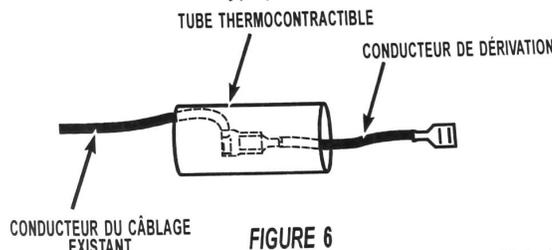

FIGURE 6
**NOTE :** Si le conducteur à brancher sur la broche (P)5 comporte une cosse trop petite, utiliser le conducteur de dérivation fourni pour l'adaptation à la broche de taille supérieure. Utiliser le tube thermocontractible pour isoler les pièces de contact au point de connexion du conducteur de dérivation avec le câblage de la cuisinière. Placer le tube thermocontractible de telle manière qu'il recouvre complètement les pièces de contact, et effectuer la contraction sur place avec un pistolet à air chaud. La figure 6 présente une installation typique.